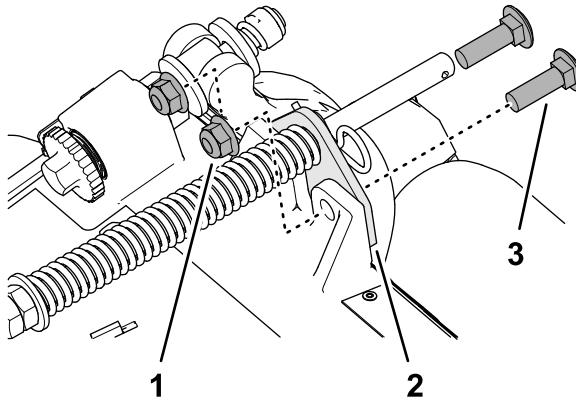

图 8
2. 拆下将草坪补偿支架固定到滚刀组架的 2 个凸缘锁紧螺母 $\frac{3}{8}$ 英寸和 2 个托架螺栓 $\frac{3}{8} \times 1\frac{1}{4}$ 英寸图 8。